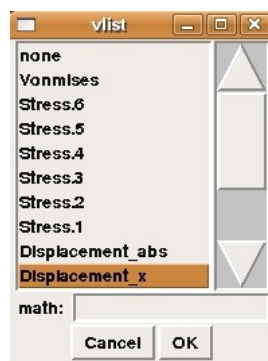

Figura 2.19. Ventá das variables a visualizar
- Na ventá *Color Mesh Edit*, faise clic sobre o menú desplegable **Color Variable**, selecciónase a variable **Displacement_x** e púlsase o botón OK na ventá *vlist* (figura 2.19).
- A continuación facer clic sobre o menú desplegable **Color Variable**, selecciona-la variable **Displacement_x** e pulsa-lo botón OK na ventá *vlist* (figura 2.19).